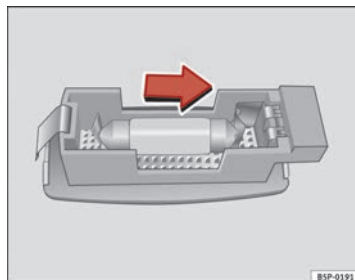

Fig. 200 Démontage de l'éclairage du pare-soleil
- Retirez la lampe avec précaution en utilisant la partie plate d'un tournevis, comme indiqué sur la figure → fig. 200.
- Retirez l'ampoule en la déplaçant dans le sens de la flèche et vers l'extérieur → fig. 200.